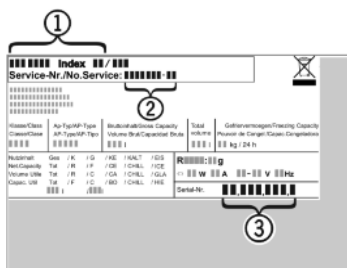

Fig. 13
- ▶ Назва пристрою *Fig. 13 (1)*, сервісний номер *Fig. 13 (2)* та серійний номер *Fig. 13 (3)* вказані на таблиці типів. Табличка типів знаходиться всередині пристрою, зліва.
- ▶ Повідомте сервісну службу про характер неполадки, назву пристрою *Fig. 13 (1)*, сервісний номер *Fig. 13 (2)* та серійний номер *Fig. 13 (3)*.